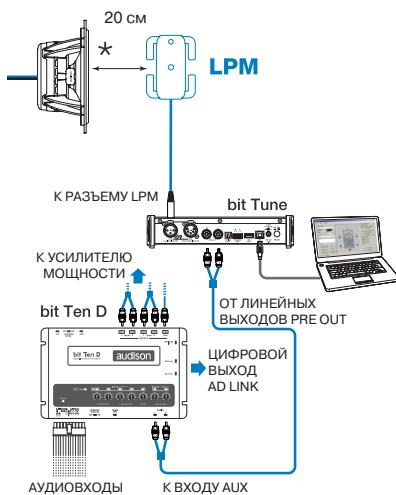
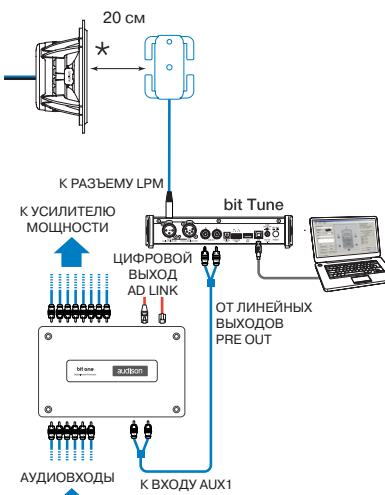
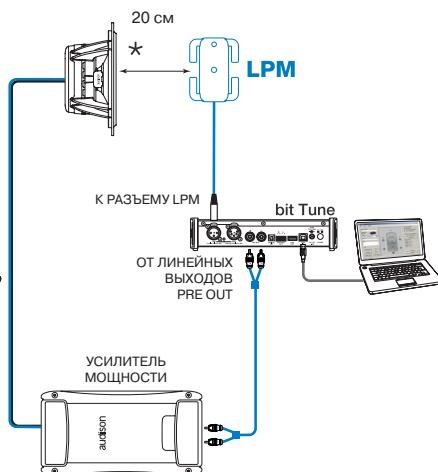

Рис. 1
Рис. 2
Рис. 3
Несоблюдение полярности (соответствия «+» к «+» и «-» к «-» в сигнальных кабелях) при подключении аудиокомпонентов: усилителей мощности, кроссоверов и динамиков в составе АС, выступает распространенной ошибкой в инсталляциях, существенно ухудшая итоговое качество звучания аудиосистемы. Функция Polarity Check (Проверка полярности) позволяет определить полярность включения каждого из динамиков аудиосистемы, анализируя итоговое звучание динамика с помощью микрофона LPM. Проверку можно выполнить при включении как с аудиопроцессором bit (рис. 1, рис. 2), так и без аудиопроцессора (рис. 3).
1. Подключите bit Tune к аудиопроцессору bit Ten (D) (рис. 1) или bit One (рис. 2).
- Включите **bit Tune** и подключите его к ПК с помощью USB-кабеля (см. рис. 3 на стр. 55).